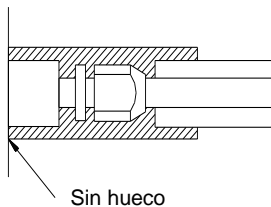

Fig. 19
- ① Durante la conexión del tubo de refrigerante a la unidad interior no tire nunca con fuerza por ninguna de las conexiones de la unidad interior, de lo contrario, el tubo capilar u otro tubo podría romperse con el consiguiente derrame del refrigerante.
- ② El tubo de refrigerante debe fijarse con soportes para que su peso no actúe directamente sobre la unidad.
- b. Las conexiones de la unidad interior deben cubrirse con material de aislamiento térmico y no debe haber ningún hueco entre el aislamiento de la junta y la unidad (ver la Fig. 19).